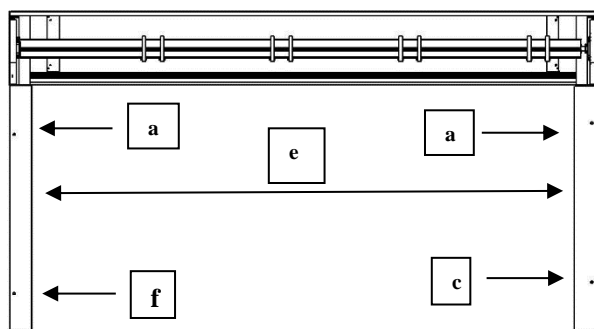

Figure 1
- a. Percer les fixations du haut sur les coulisses de gauche et de droite, les fixer et les caler si besoin (*Figure 1*)
- b. Vérifier l'aplomb latéral de la coulisse de droite (*Figure 1*) et le repérer par traçage
- e. Vérifier le parallélisme des coulisses (*Figure 1*) et le repérer par traçage